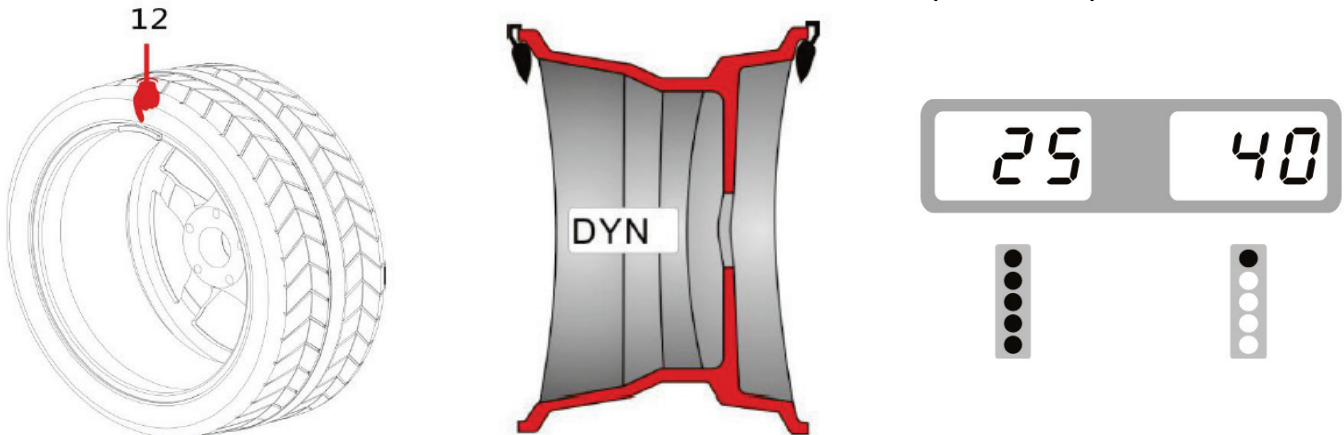

Rys.1
- * Ustawianie wartości "a": Przesuń przyrząd do pierwszego punktu pomiarowego (np. jak pokazano na Rys.1), przytrzymaj przyrząd (przez ok. 4 sekundy) w tej pozycji, po potwierdzeniu ustaw przyrząd w pozycji 0. (Wartość pomiaru jest automatycznie wyświetlana na wyświetlaczu).